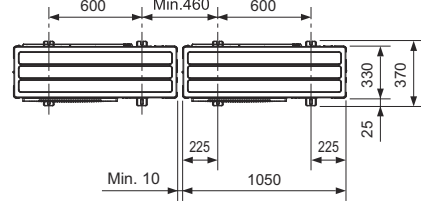

Fig. 3-1
- Ünitenin \u00e7alışması sırasında g\u00fcr\u00fclt\u00fc yapmaması i\u00e7in \u00fcniteyi mutlaka sağlam ve d\u00fcz bir y\u00fczeye monte edin. (Fig. 3-1)